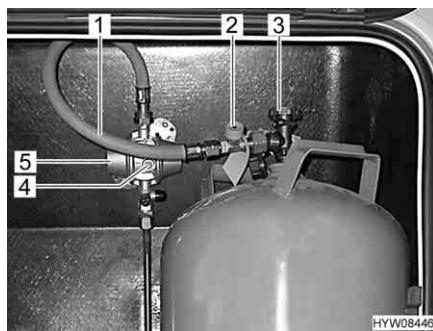

Fig. 54 Raccordo bombola del gas
- Chiudere la valvola principale di arresto (Fig. 54,3) della bombola del gas. Osservare la direzione della freccia.
- Svitare manualmente il tubo del gas (Fig. 54,1), dalla bombola del gas (filettatura sinistrorsa).
- Premere con forza il dispositivo antirottura della tubazione (Fig. 54,2) e tenerlo premuto per ca. 5 secondi.
- Premere con forza il pulsante verde (Fig. 54,4) del regolatore di pressione del gas (Fig. 54,5) e tenerlo premuto per ca. 5 secondi. La sorveglianza della pressione è attivata.